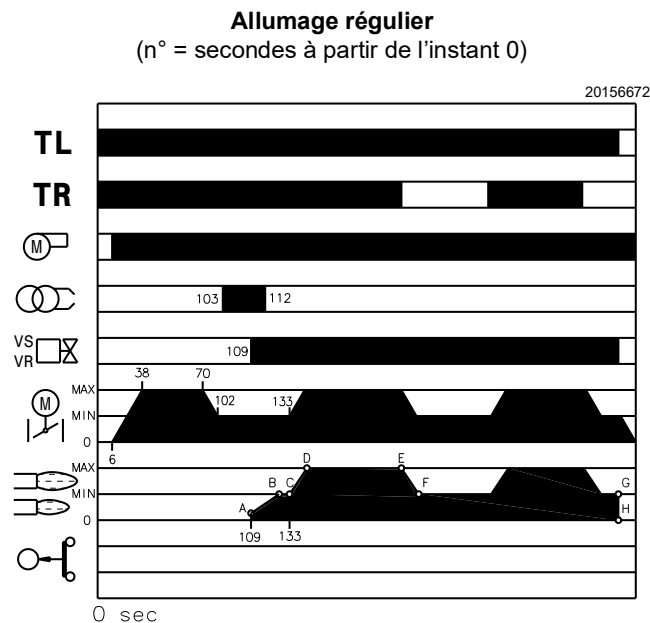

Fig. 32
- 109s** La vanne de sécurité VS et la vanne de réglage VR (ouverture rapide) s'ouvrent. La flamme s'allume à une faible puissance, point A (Fig. 32). Ensuite, il y a une augmentation progressive du débit et une ouverture lente de la vanne jusqu'à la puissance MIN., point B (Fig. 32).